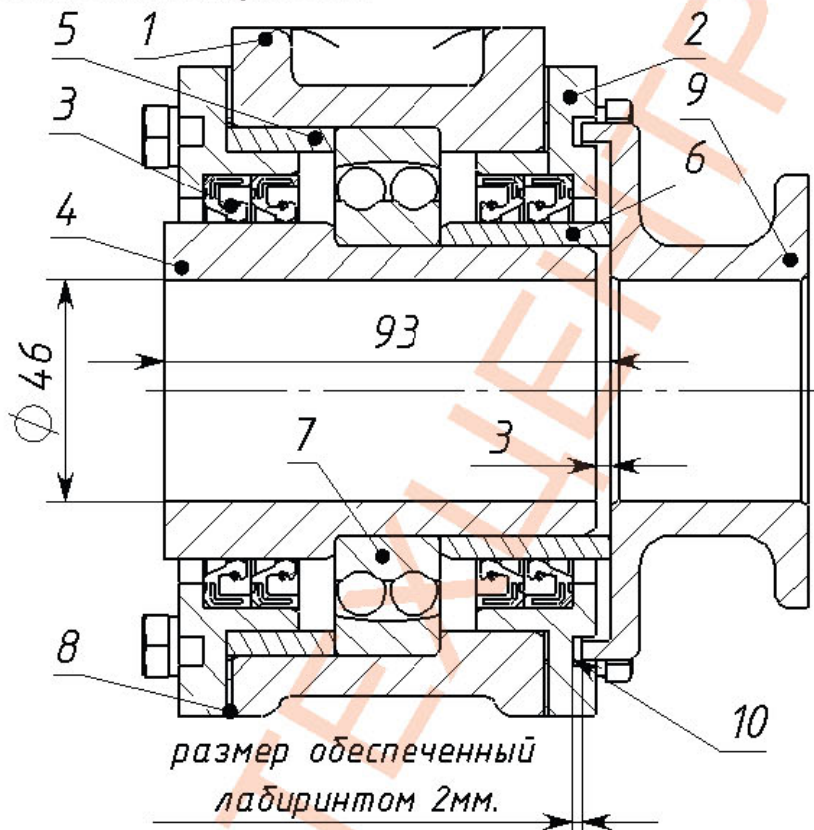

Рисунок 8.6.1 Узел подшипниковый 3-ККШ-6Г.01.01.000.
8.6.2 На всех батареях катков применен одинаковый подшипниковый узел (**Рисунок 8.6.1**). Подшипник, поз.7 защищен от попадания пыли и грязи с каждой стороны при помощи двух манжет, поз.3, установленных в крышках, поз.2 и лабиринта поз.10, создаваемого выступом упора поз. 9, и проточкой в крышке поз.2. Доступ смазки к подшипнику осуществляется при помощи масленки.